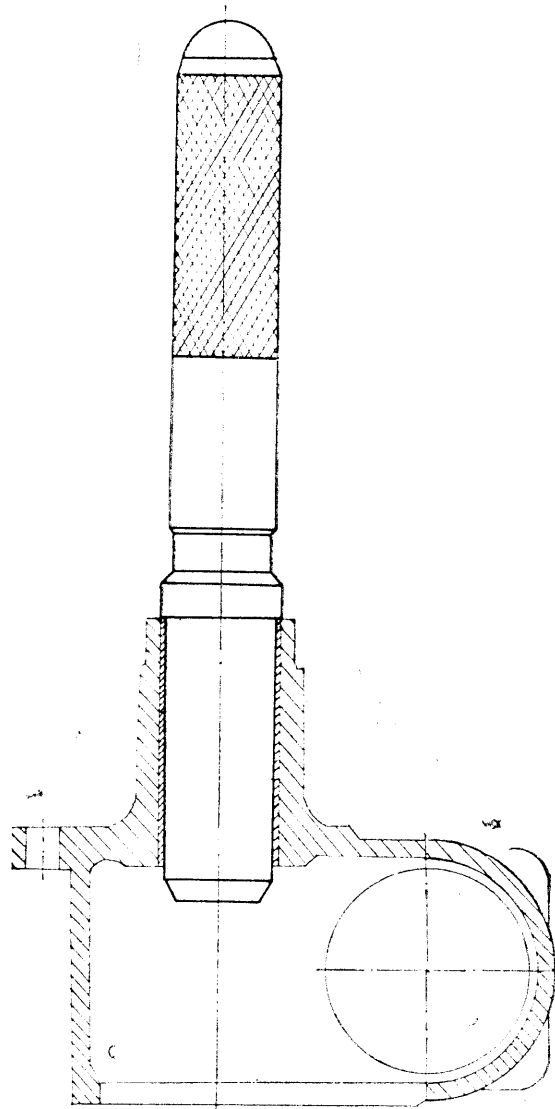

Abb. 108. Ausstossen der Lenkgehäusebüchse mittels Vorrichtung M-53.
- Falls die Lenkgehäusebüchse abgenützt ist, wird sie mittels D-53 herausgezogen Abb. 108.